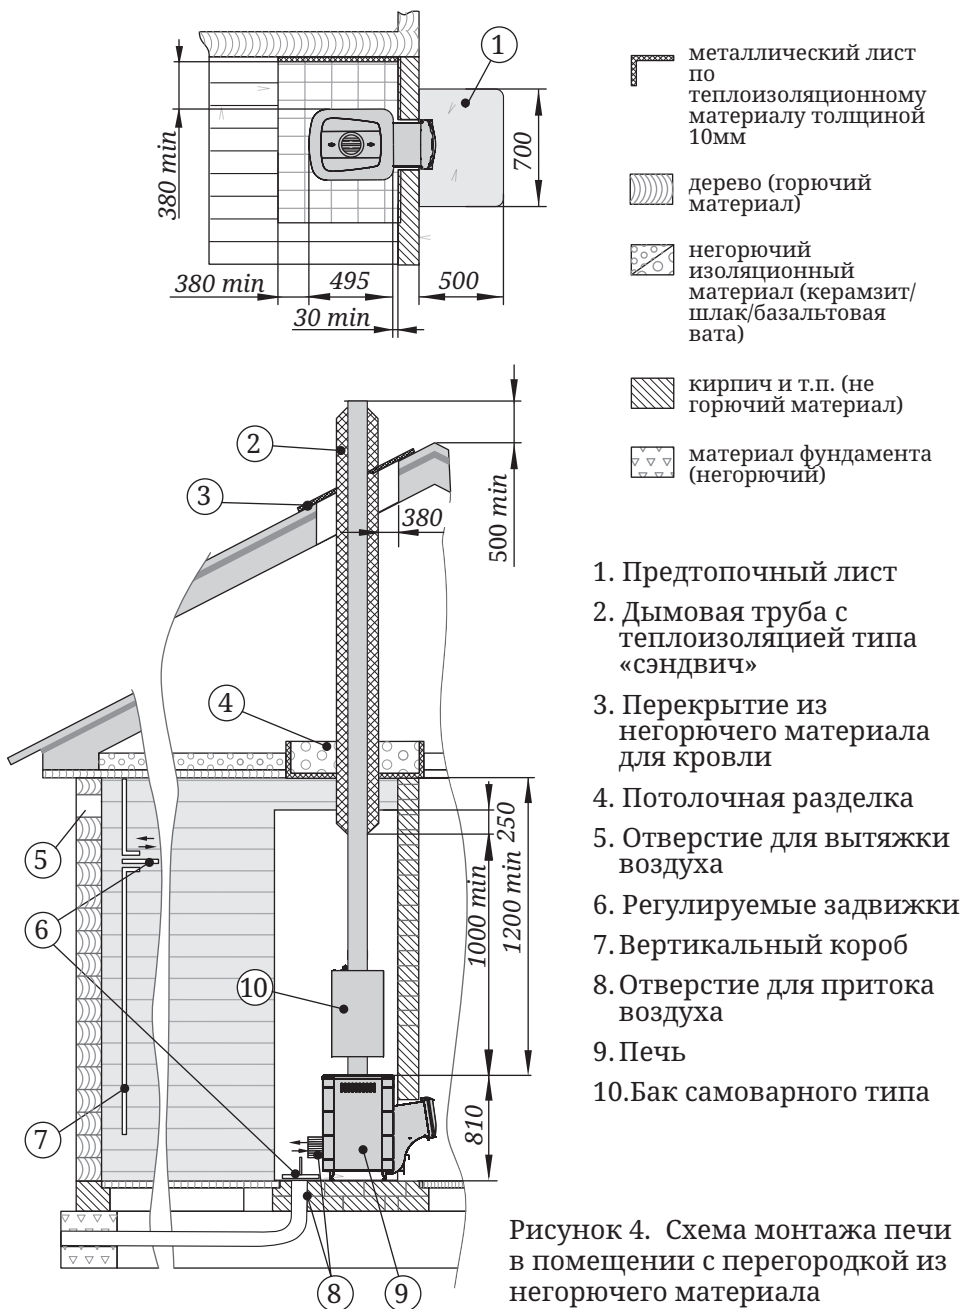

Рисунок 4. Схема монтажа печи в помещении с перегородкой из негорючего материала
- пол из горючих и трудногорючих материалов перед дверцей топки — металлическим листом размером 700×500 мм (рисунок 4);
Для обеспечения надежного воздухообмена в парилке рекомендуется организовать приточно-вытяжную вентиляцию (см. рисунок 4).